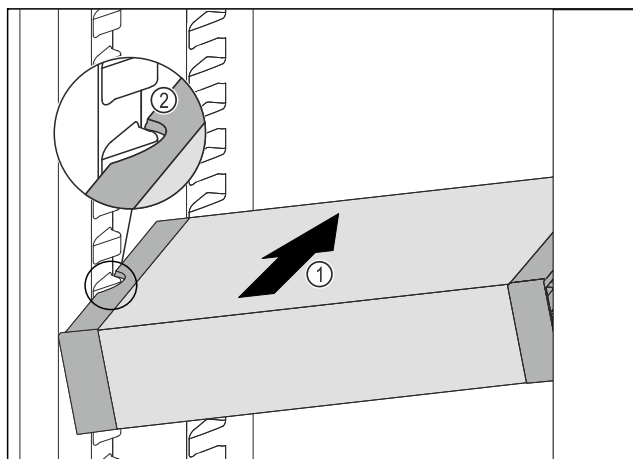

Fig. 179
- VarioSafe schuin in het koelgedeelte schuiven Fig. 179 (1), tot de uitsparingen aan de zijkant Fig. 179 (2) van de VarioSafe op de hoogte van de rib in het koelgedeelte zitten.